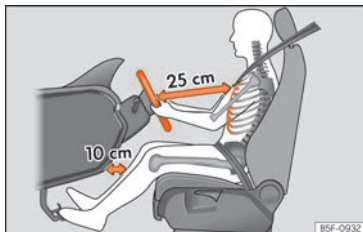
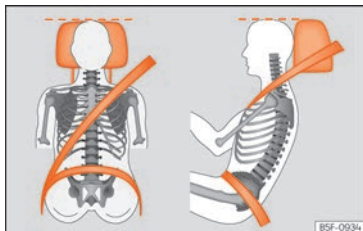

Fig. 82 La distance correcte entre le conducteur et le volant doit être de 25 cm minimum [10 pouces].
Fig. 83 Sangle bien ajustée et appuie-tête correctement réglé.
- Réglez l'appuie-tête de manière à ce que son bord supérieur soit, dans la mesure du possible, à la même hauteur que la partie supérieure de votre tête, et au moins à la hauteur de vos yeux. Gardez la nuque le plus près possible de l'appuie-tête » » fig. 82 et » » fig. 83.
- Réglez le volant à une distance d'au moins 25 cm (10 pouces) de votre cage thoracique » » fig. 82 et de sorte à pouvoir saisir des deux mains et avec les bras légèrement fléchis le volant latéralement par la partie extérieure.
- Réglez le siège du conducteur dans la longueur de manière à pouvoir actionner à fond les pédales avec les jambes légèrement fléchies tout en maintenant les genoux à au moins 10 cm (4 pouces) de la planche de bord » » fig. 82.